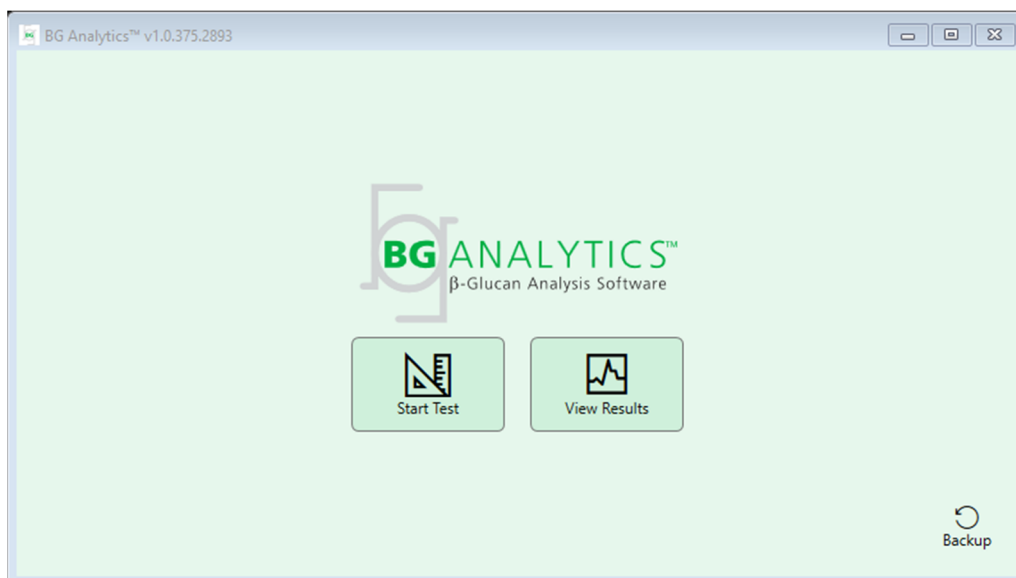

Abbildung 4. BG Analytics®-Startbildschirm
4. Der **Startbildschirm** erscheint wie auf Abbildung 4 dargestellt.